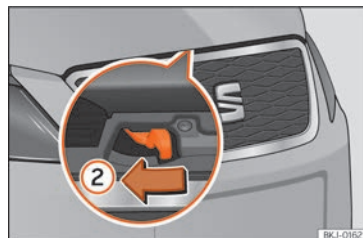

Fig. 280 Palanca bajo el capó.
- Para levantar el capó haga presión hacia la izquierda en la palanca situada debajo del capó, en el centro »» **fig. 280 ②.** Los gan- chos de sujección quedan desbloqueados.